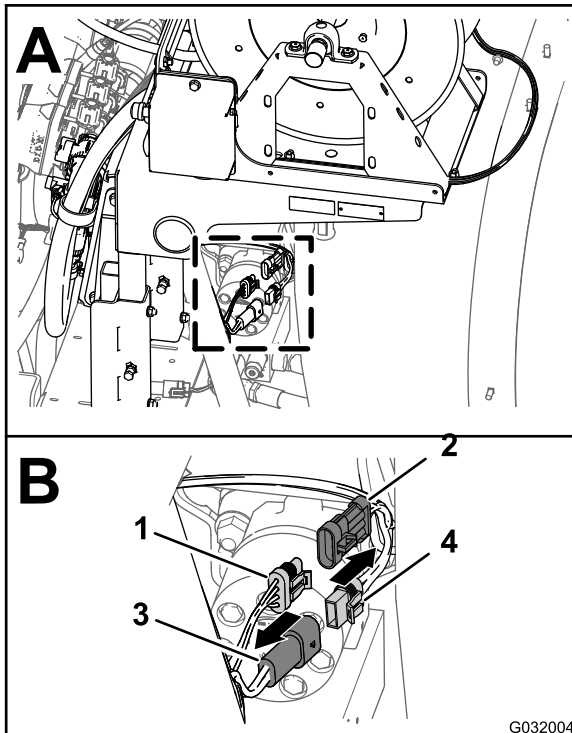

Figura 3
1. Na traseira da máquina, localize a cablagem do kit de cilindro de tubagem elétrico na traseira do depósito de pulverização (Figura 3).
2. Desligue o conector de 2 tomadas da cablagem para o cilindro de tubagem elétrico do conector de 2 pinos da cablagem traseira principal (Figura 3).
de 3 tomadas da cablagem traseira principal (Figura 3).